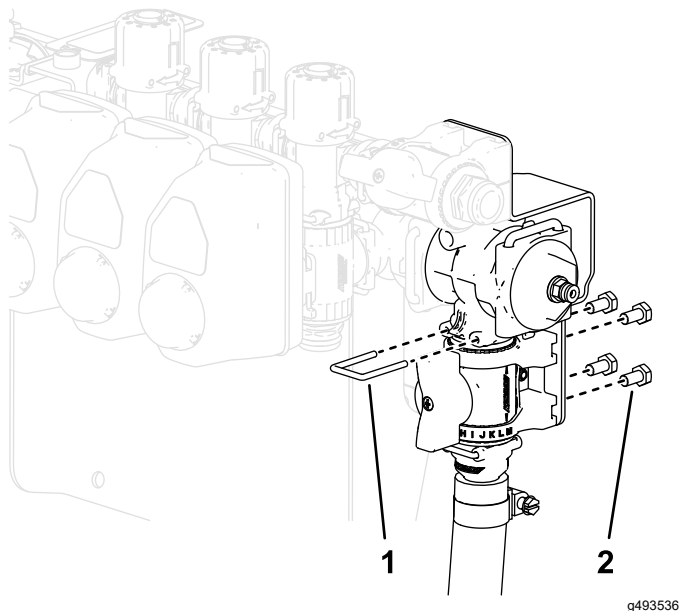

図 32
14. 付属のリテーナを使って、コントロールバルブアセンブリをストレート継手でTマニホールドの底部に接続する 図 32。
15. 図 32に示すように、コントロールバルブアセンブリをコントロールバルブブラケット底部にボルトM64本で取り付け。